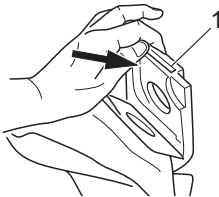

Abb. 20
5. Drücken Sie den Halte-Clip (Abb. 20/1) nach hinten, um den Staubfilterbeutel zu entnehmen.